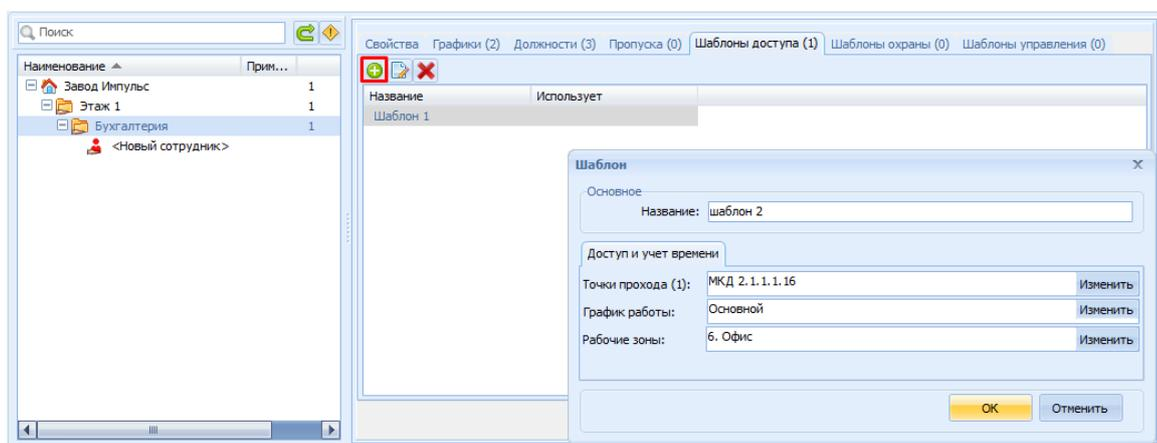

Рисунок 25.30 – Закладка Шаблоны доступа и окно «Создание шаблона»
- 4) После сделанных настроек в окне «Шаблон» нажать кнопку ОК (рисунок 25.30). В результате в окне вкладки появится новый шаблон доступа, который может быть применен для любого сотрудника данного подразделения, а также для сотрудников вложенных подразделений.